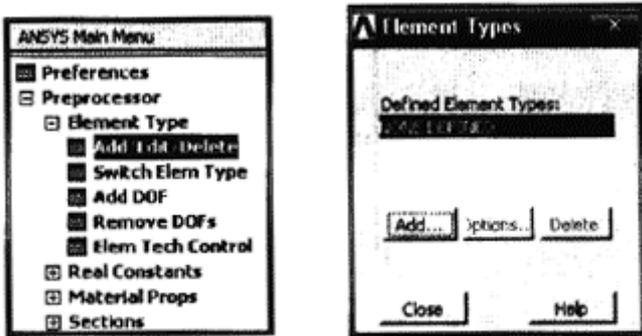

图 3-2 定义单元类型路径、添加单元类型对话框
①选择 MainMenu>Preprocessor>Element Type>Add / Edit / Delete 命令，弹出如图 3-2 所示的 Element Type 对话框(初次定义时，列表框中显示“NONE DEFINED”，表示没有任何单元被定义)。